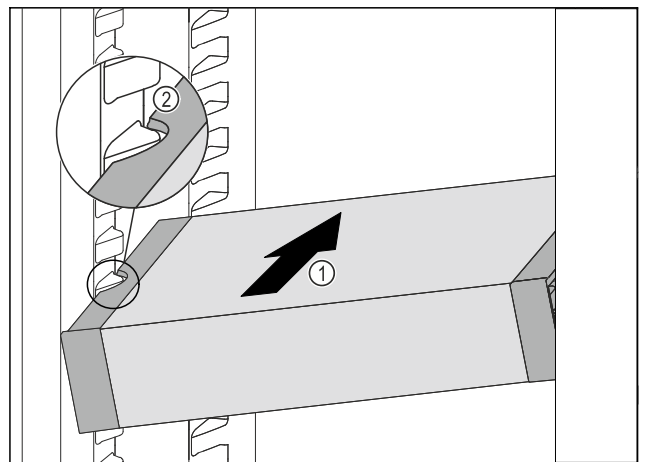

Fig. 82
- ▶ Inserire VarioSafe ad angolo nel vano frigorifero Fig. 82 (1), fino a quando le cavità laterali Fig. 82 (2) di VarioSafe non si trovano al livello della nervatura del contenitore nel vano frigorifero.